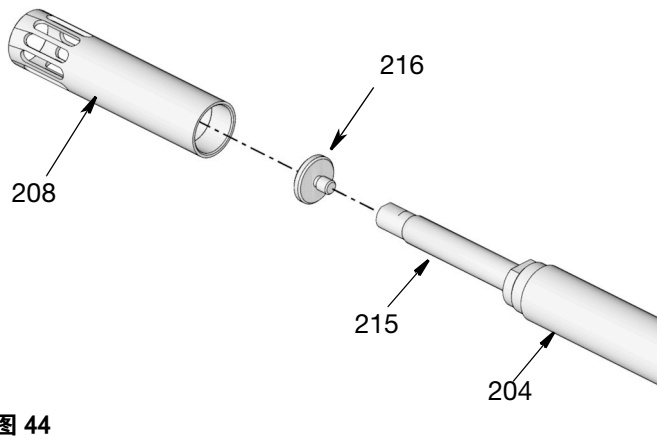

图 44
HP 泵: 将铲活塞 (216) 拧入填料杆 (215) 的端头。在活塞 (216) 上使用套筒扳手, 在填料杆 (215) 的平面上使用扳手, 拧紧铲活塞 (图 44)。
- a. 将铲活塞 (216) 拧入填料杆 (215) 的端头。用手拧紧。
- b. 在螺母 (219) 上使用套筒扳手, 在填料杆 (215) 平面上使用第二个扳手, 两个扳手反方向转动, 拧紧螺母。
17. 将铲气缸 (208) 拧到泵气缸 (204) 上 (图 44)。用扳手拧紧。